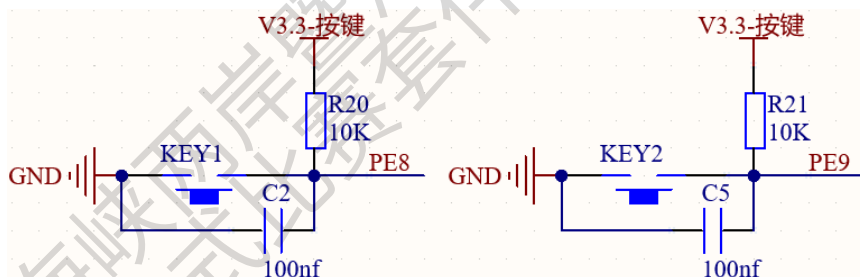

图 2.2.21 智慧底板按键电路图
(3) 智慧底板有两个按键，其原理图如图 2.2.21 所示，2 个测试灯引脚分配说明如表 2.2.19 所示。（V1.6 没有，V1.7 及后续版本有，是调试扩展功能，不影响这次比赛）